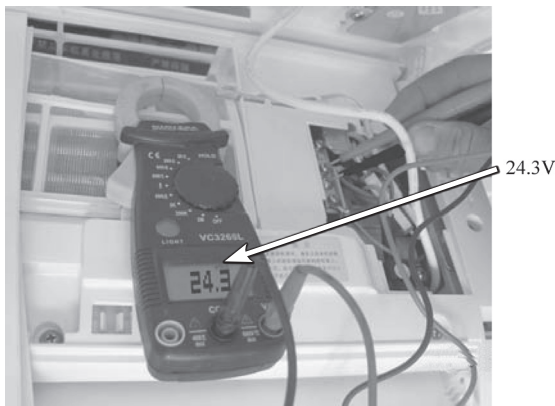

图 5-50 N 与 S 端电压
4) 为了判定是室内机主板故障还是室外机主板故障，将室内、外机连机线（4 根）从室内机接线端子上取下，再上电测室内机接线端子 N 与 S 端电压为 24.3V，如图 5-50 所示。通信载波电压已正常。